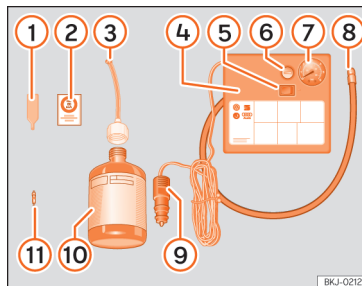

Fig. 200 Representação standard: conteúdo do kit antifuros.
O kit antifuros está localizado na bagageira, por baixo do revestimento do piso. Inclui os seguintes componentes >>> **Fig. 200:**
- Desenrosque a proteção e o obus da válvula do pneu. Utilize o aparelho >>> **Fig. 200** ① para retirar o obus. Coloque-o numa superfície limpa.
- Agite com força a garrafa de vedante de pneus >>> **Fig. 200** ⑩.
- Enrosque o tubo de enchimento >>> **Fig. 200** ③ na garrafa de vedante. O selo da garrafa partir-se-á automaticamente.
- Remova o tampão do tubo de enchimento >>> **Fig. 200** ③ e enrosque a extremidade aberta do tubo na válvula do pneu.
»» **Fig. 200 ①** na válvula do pneu.
• Enrosque o tubo de enchimento do pneu do compressor »» **Fig. 200 ⑧** na válvula do pneu.
• Verifique se o parafuso de evacuação de ar está fechado »» **Fig. 200 ⑥**.
• Ligue o conector »» **Fig. 200 ⑨** a uma tomada de corrente de 12 volts do veículo »» **Página 194**.
• Ligue o compressor de ar com o interruptor ON/OFF »» **Fig. 200 ⑤**.
• Cole o autocolante »» **Fig. 200 ②** no painel de instrumentos, dentro do campo visual do condutor.
»» **Fig. 200 ⑧** e verifique a pressão no manómetro **⑦**.